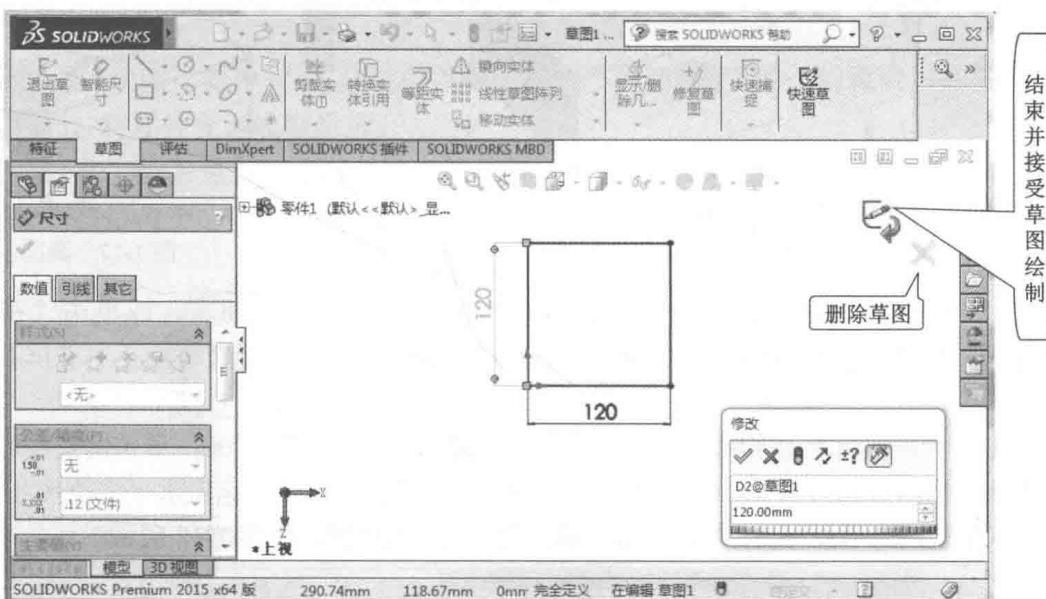

图 1-13 绘制草图并标注尺寸
(5) 单击“智能尺寸”按钮 \diamond ，指针变为 \downarrow ，单击水平边线，下移鼠标，出现该边线的尺寸，单击确定尺寸线的位置，系统弹出“修改”对话框，输入 120（见图 1-13），单击 \checkmark 确定，修改尺寸数值。同理标注竖直边线尺寸，尺寸数值为 120，如图 1-13 所示。